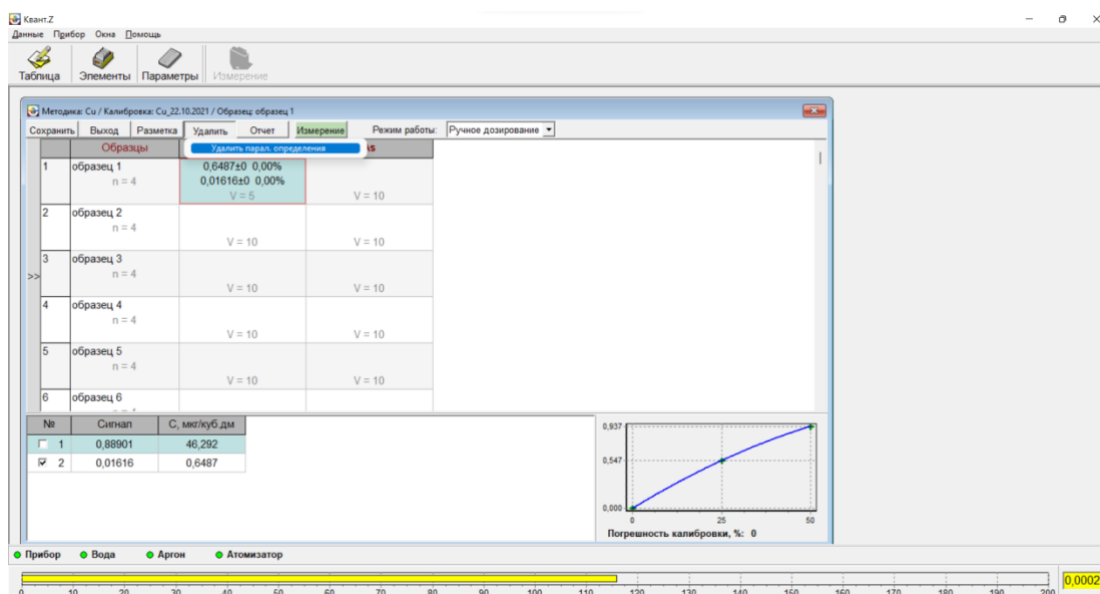

Рис. 30П – Удаление измерения
- 3.7.11** Для удаления результата измерения необходимо привести курсор мышки на галочку перед номером с удаляемым измерением и щелкнуть левой кнопкой мышки (Рис. 30П). Галочка будет снята. Затем в меню выбрать пункт «Удалить» и нажать на «Удалить парал. определение». Отмеченное измерение будет удалено. Если удаление произвести в процессе проведения измерений, то удаленное измерение будет автоматически повторено.